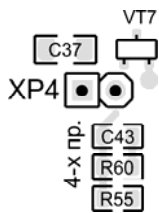

Рисунок 3
- 4-хпроводный - разъем ХР4 (рис. 3);